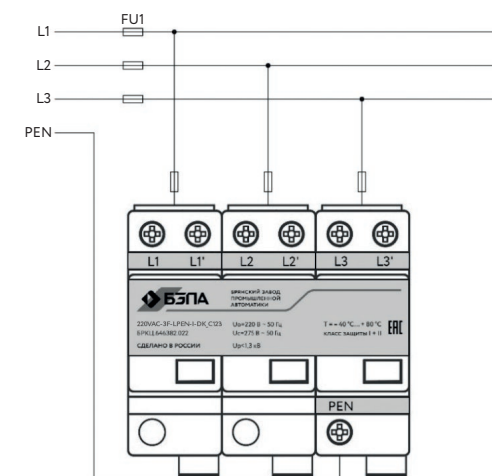

Рисунок 5. Подключение УЗИП по параллельной схеме
1.5.5 Подключение УЗИП по параллельной схеме показано на рис. 5. Защитные предохранители FU1 устанавливаются на вводе в электроустановку. Номиналы дополнительных защитных предохранителей FU2 = 315 А gG, устанавливаются при FU1 > 315 А gG.